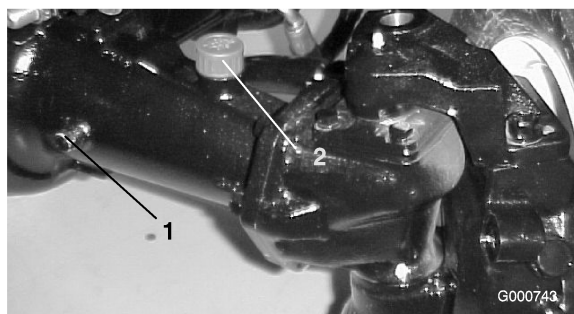

Figura 56
2. Retire un tapón de verificación (Figura 56) de un extremo del eje y asegúrese de que el lubricante llega al borde inferior del orificio. Si el nivel es bajo, retire el tapón de llenado (Figura 56) y añada suficiente lubricante para que el nivel llegue al borde inferior de los orificios de los tapones de verificación.